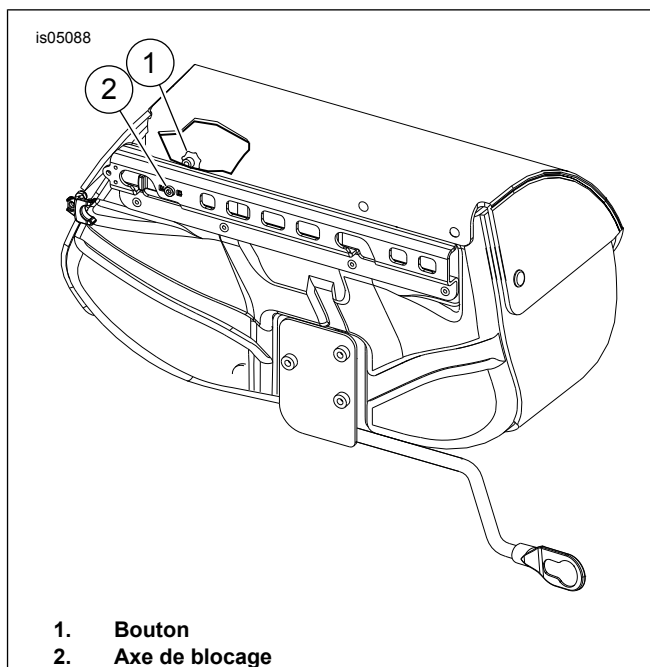

Figure 7. Bouton et axe de sacoche
- Voir Figure 7. À partir de l'intérieur de la sacoche, tirer et tourner le bouton (1) et l'axe de blocage (2) libérera le loquet du support.